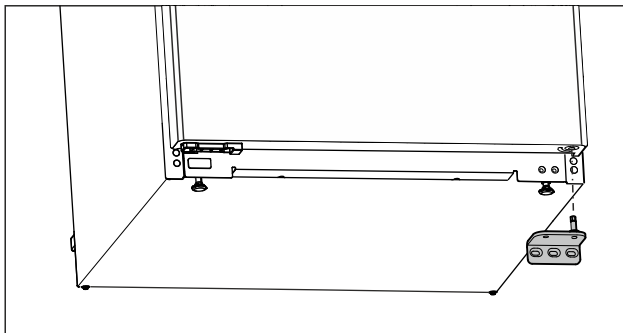

Fig. 7
- ▶ Skinite ležajno postolje prema dolje. (pogledajte Fig. 7)